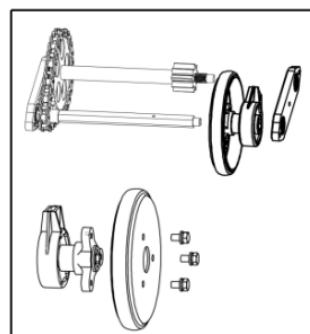

Рис. 34
5. Удалите три винта, которые скрепляют боковые пластины фрикционного колеса, замените только резиновое кольцо. Смотрите рисунок 34.